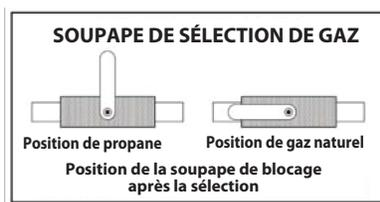

Fig. 4
Cette opération peut être effectuée plusieurs fois au cours de la vie utile de l'appareil, et non seulement au démarrage initial. Vérifiez premièrement l'autocollant apposé sur la soupape de sélection dans la Fig. (2)(a) pour déterminer la catégorie originale du gaz, et consultez ensuite le Tab. 1 pour identifier la pression d'alimentation, la pression de fonctionnement et les conditions d'utilisation de la soupape manuelle. Pour changer de type de gaz, il est nécessaire (Fig. 4) :